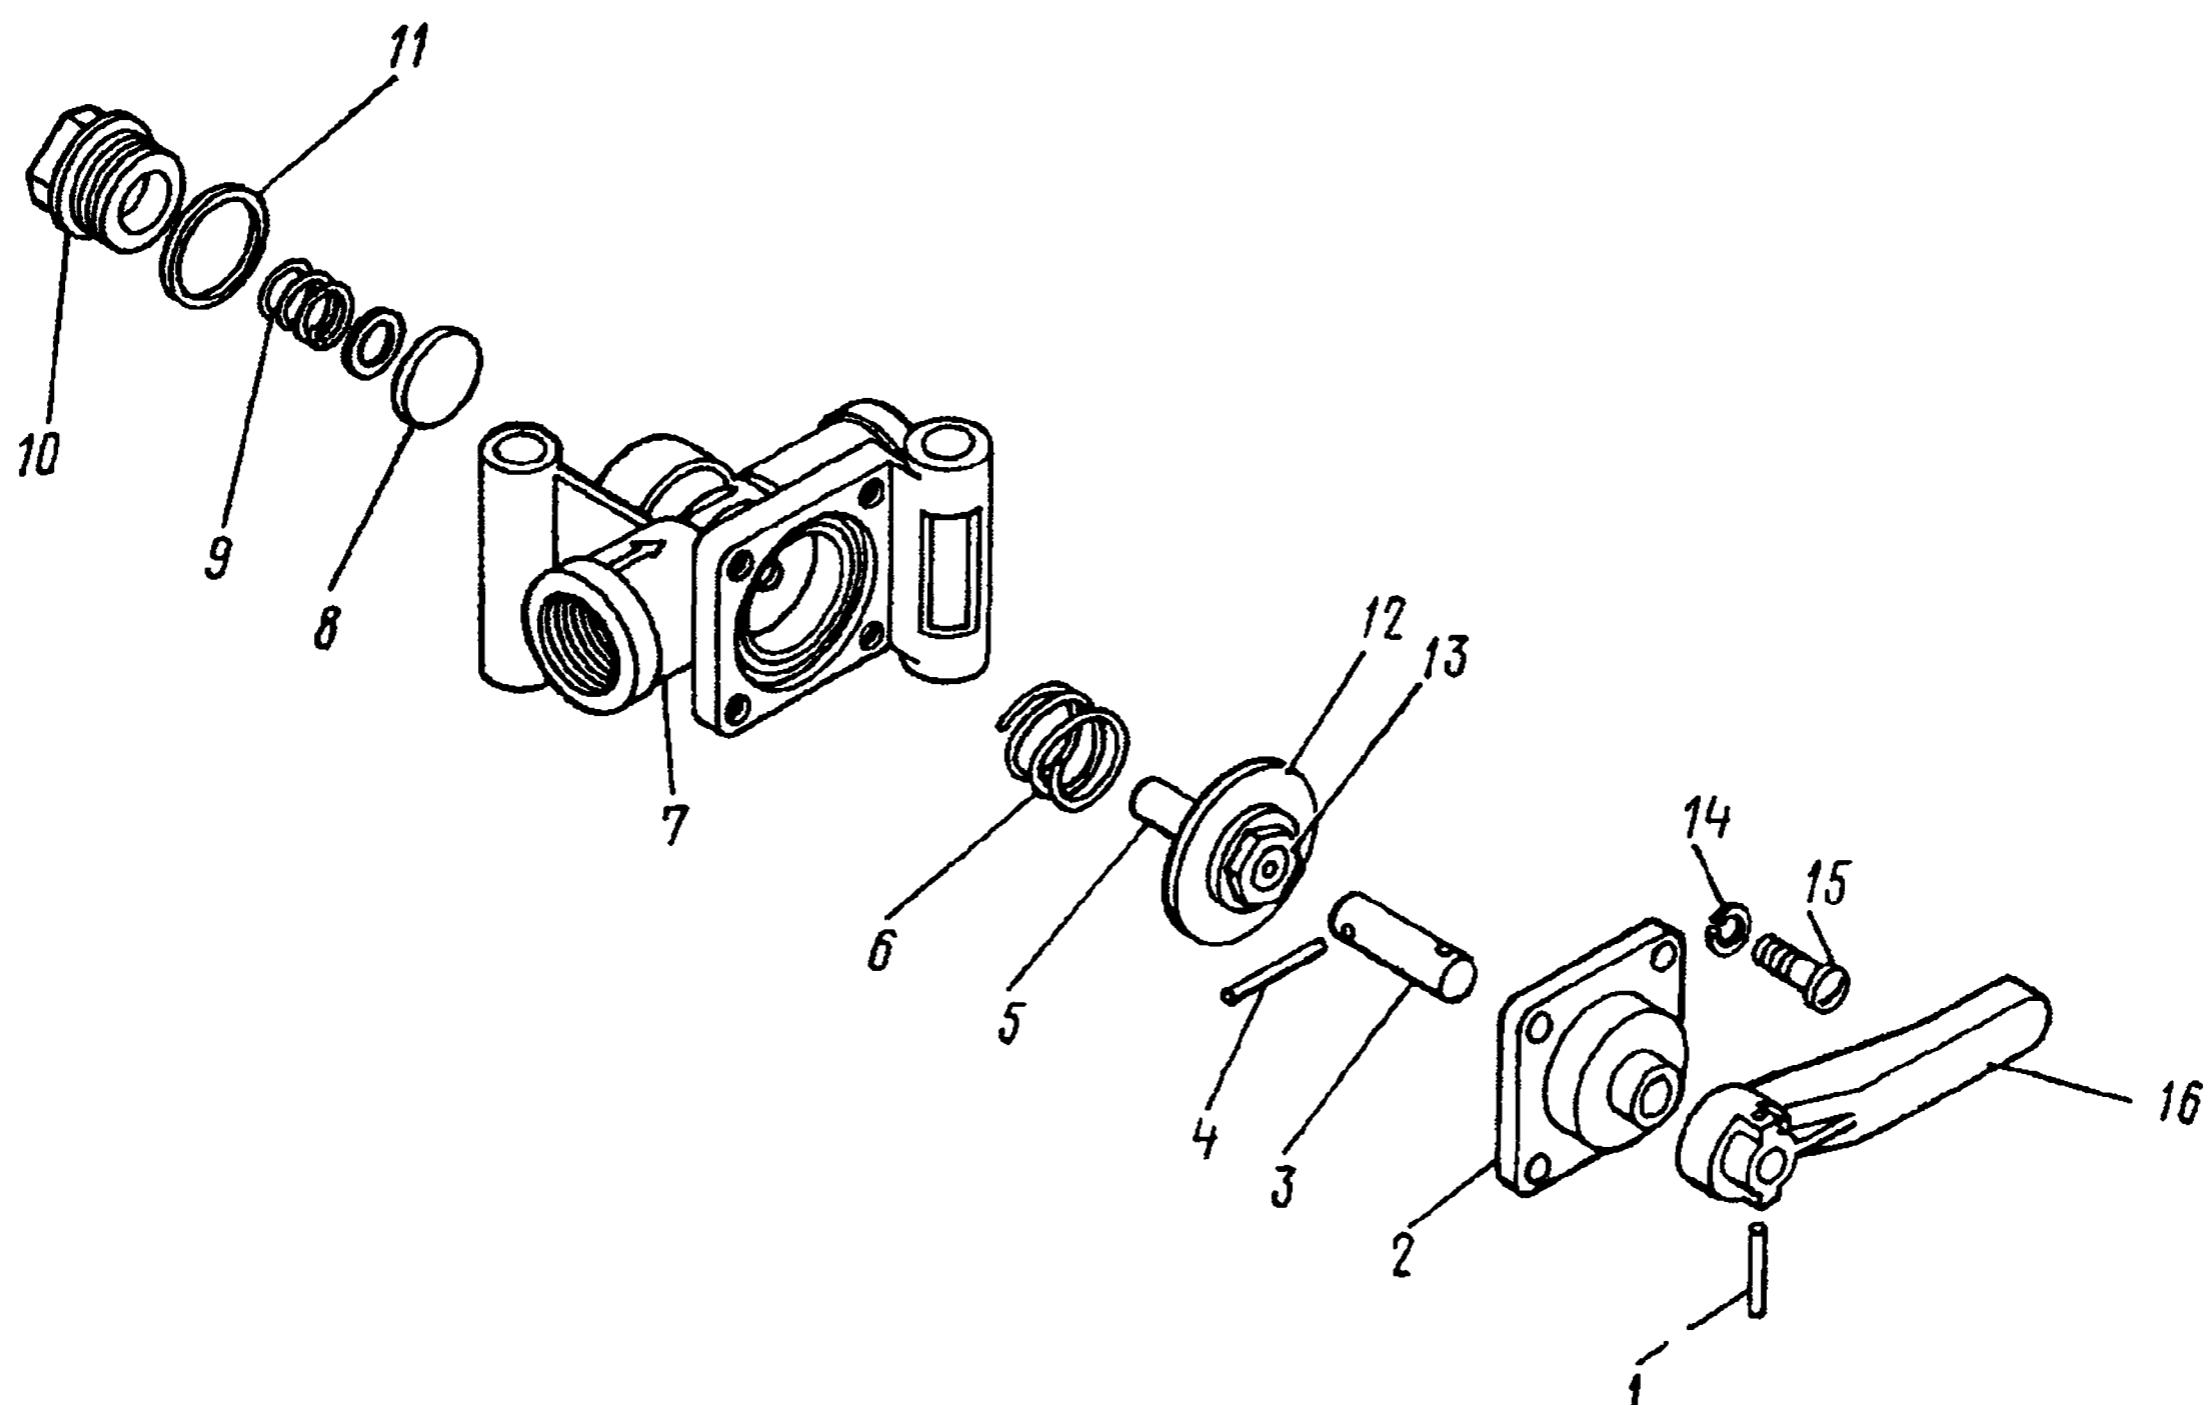

Рис. 325. Кран разобщительный:
2. Выньте из толкателя 3 (рис. 325) штифты 1 и снимите ручку 16 крана	Плоскогубцы, бородок, молоток